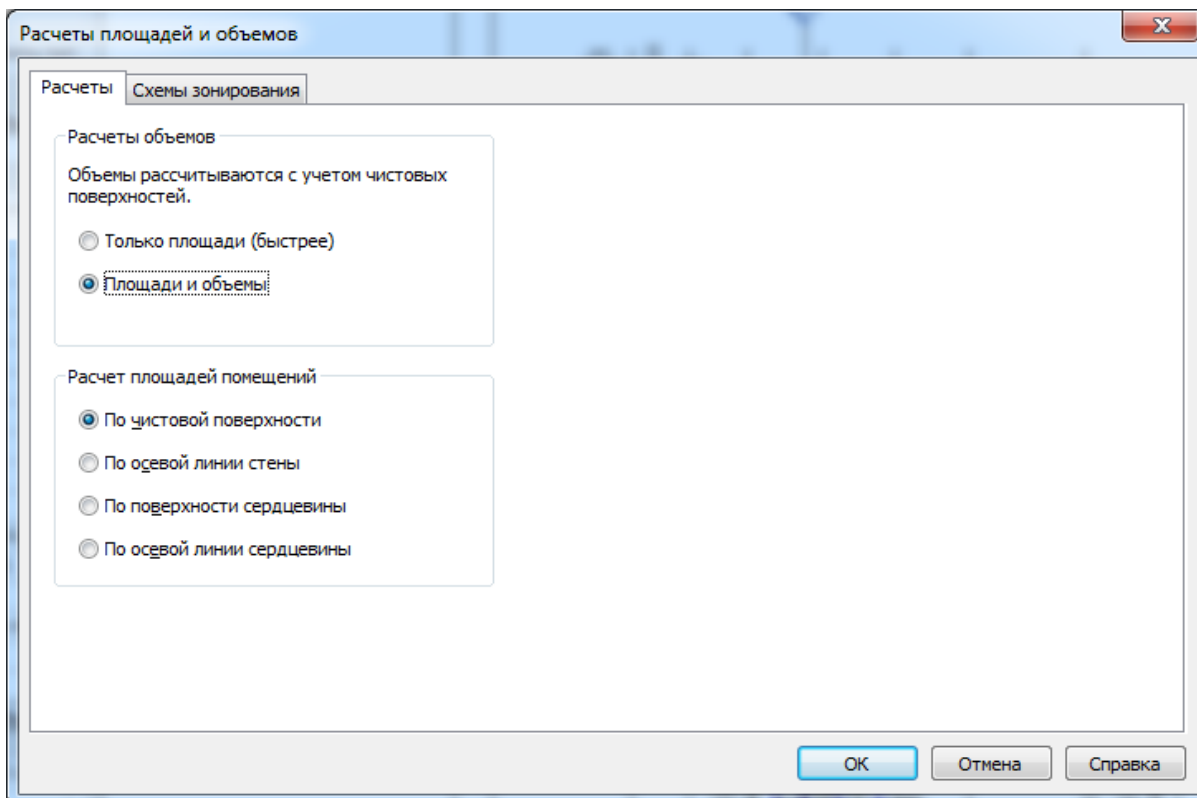

Рисунок 3.38. Меню настройки расчетов площадей и объемов
2. На вкладке "Расчеты" диалогового окна "Расчеты площадей и объемов" убедитесь, что переключатель "Расчеты объемов" находится в положении "Площади и объемы" (рисунок 3.38).